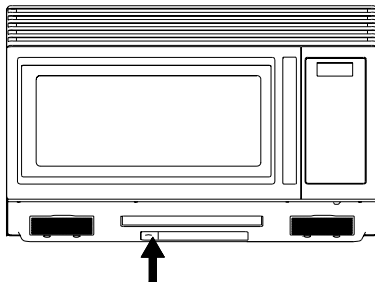

FIGURE 1
2. Retirez la vis du côté gauche du couvercle du compartiment d'éclairage puis abaissez le couvercle jusqu'à ce qu'il s'arrête. (Voir Figures 1 et 2.)